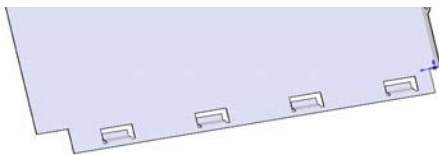

图 10-33 生成其他转折特征
⑫ 生成其他“转折”特征。重复步骤⑫、⑬的操作，生成其他 3 个转折特征，如图 10-33 所示。